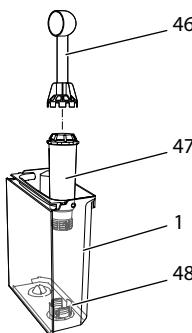

Fig. 25: Vissage/dévissage du filtre à eau
- Retirer le filtre à eau quand l'appareil y invite. (voir Fig. 25, page 86).